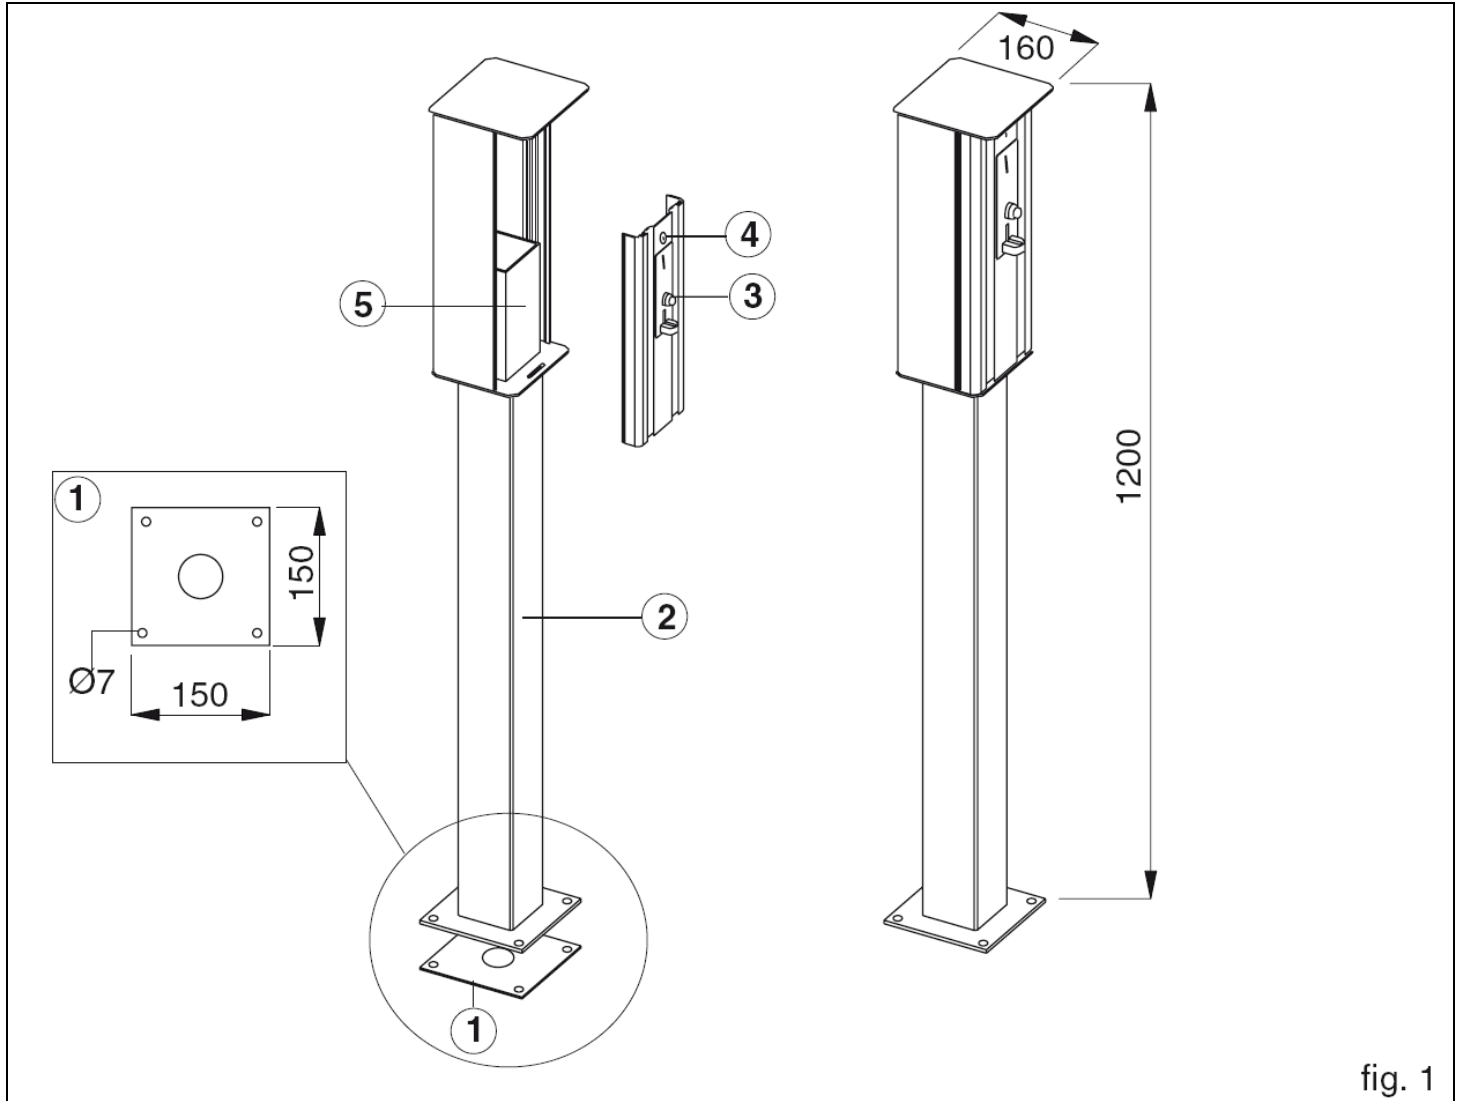
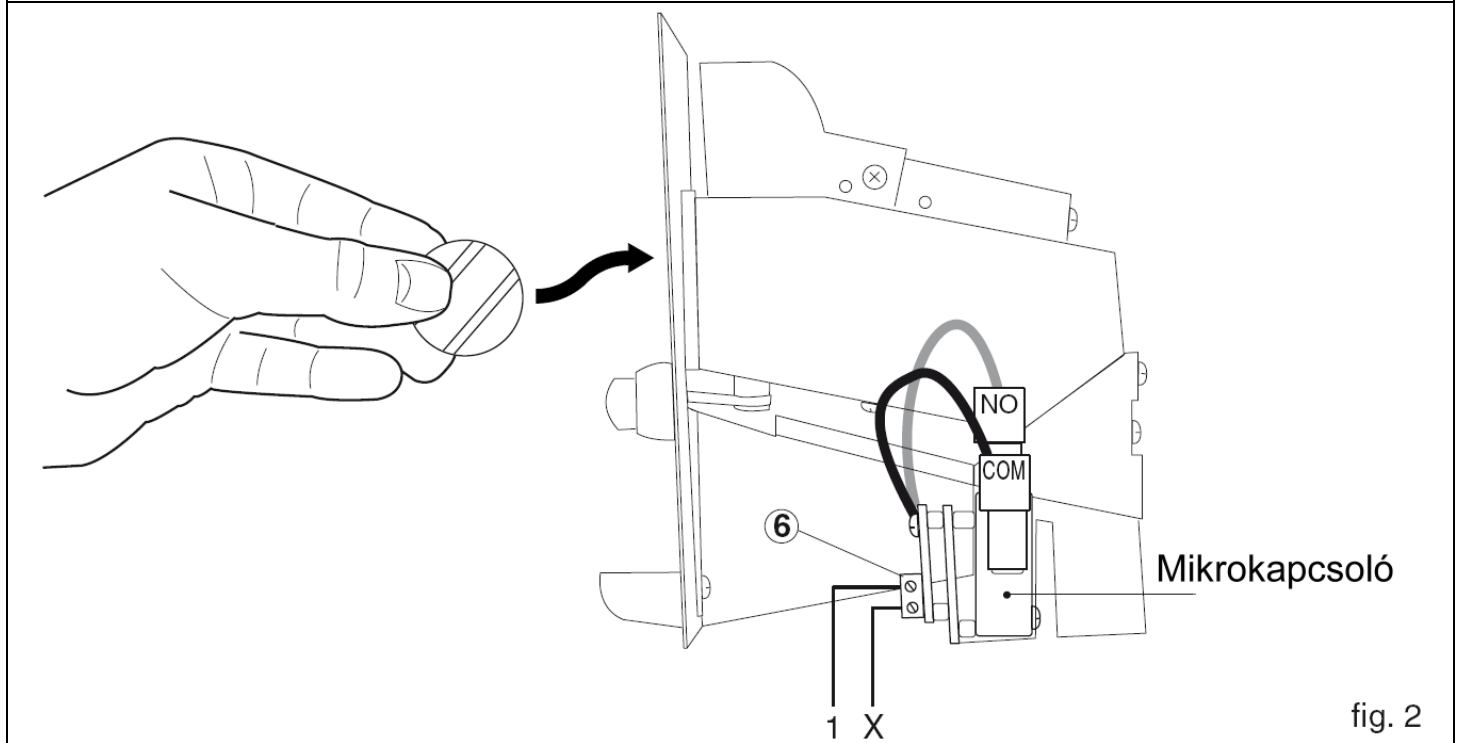

fig. 1
fig. 2
2. ÁBRAMAGYARÁZATOK (fig. 1 és fig. 2)
4. ELEKTROMOS BEKÖTÉSEK (fig. 2)